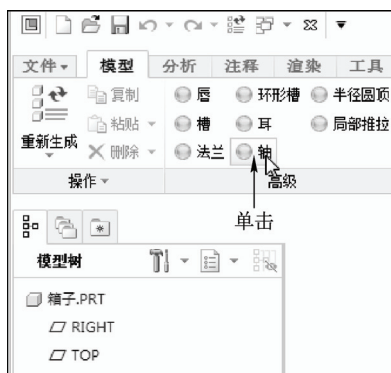

图 8-9 单击“轴”按钮
STEP 02 在功能区选项板的“模型”选项卡中，单击“高级”面板中的“轴”按钮，如图 8-9 所示。